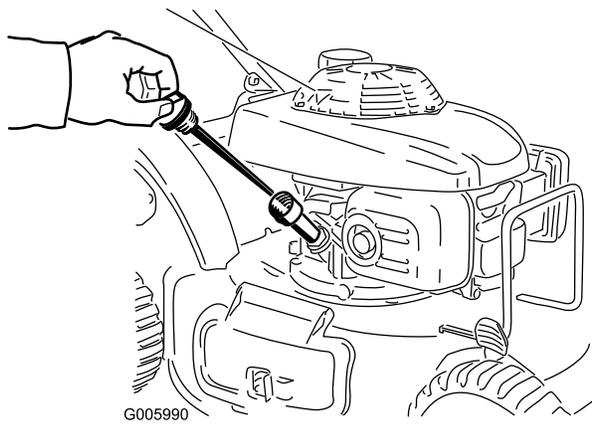

Figura 40
2. Retire la varilla (Figura 40).
4. Vierta aceite **lentamente** por el tubo de llenado de aceite, comprobando el nivel con la varilla de vez en cuando, hasta que la varilla indique que el motor está lleno, tal como muestra Figura 40. **No llene demasiado.** (Capacidad máxima: 0,55 l (20 onzas), tipo: SAE 30W, aceite detergente con clasificación de servicio API SH, SJ, SL o superior.)